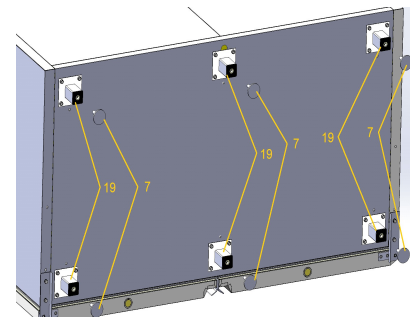

Рис. 8
9. Вкрутить в ножки (19) и отрегулировать регулировочные резьбовые опоры (7) ключом на 24 мм - рис.8.